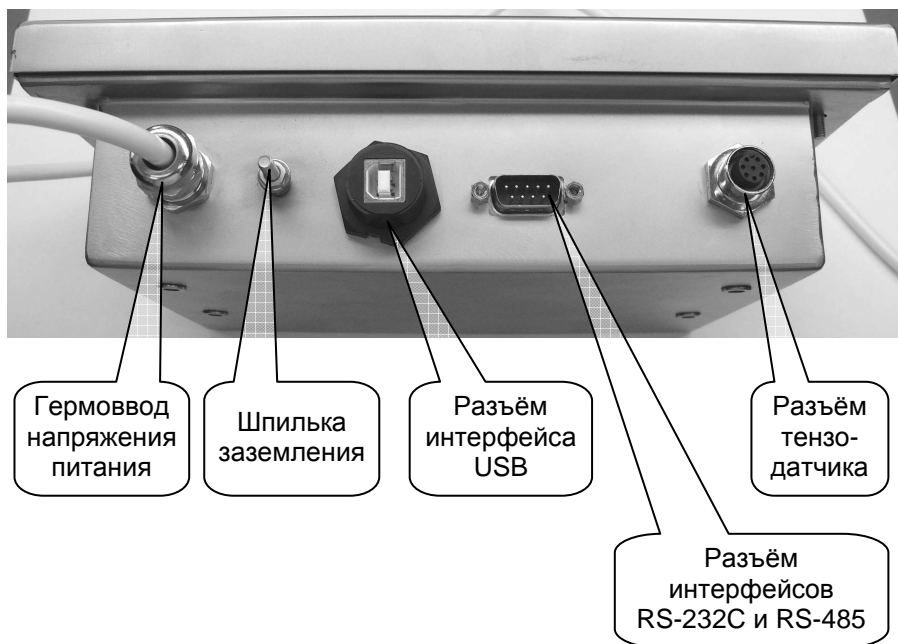

Рис. 4.3. Вид Преобразователя со стороны панели разъёмов и гермовводов.
На Рис. 4.3 изображён вид Преобразователя со стороны панели разъёмов и гермовводов.
5.1. Подключить датчик весоизмерительный тензорезисторный к соответствующему разъёму Преобразователя (см. Рис. 4.3, стр. 7). Назначение и расположение контактов разъёма для подключения тензодатчика приведено в разделе 33.1 на стр. 27 Руководства.
5.2. Если требуется, подключите кабель внешнего последовательного интерфейса к соответствующему разъёму Преобразователя (см. Рис. 4.3, стр. 7). Назначение контактов разъёма интерфейсов RS-232C и RS-485 и схемы интерфейсных кабелей приведены в разделе 33.2 на стр. 28 Руководства.
5.3. Подключите Преобразователь к цепи заземления через соответствующую шпильку (см. Рис. 4.3, стр. 7).